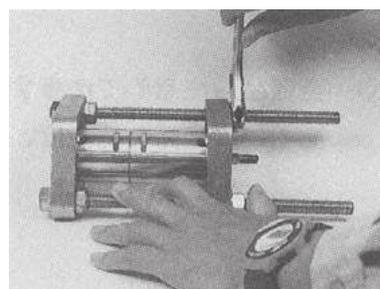

Fig.18
- ② 特殊締め付け治具でシリンダの継目が密着するまでシリンダ両端面を平行に締め付ける。(Fig.18)